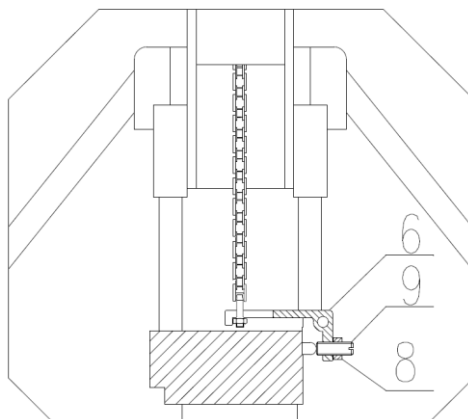

Рис. 4.
4.2. Для регулировки тележки используется винт 9 (см. рис. 4). Если корпус тележки опускается сразу после подъёма, немного поверните винт 9 против часовой стрелки. Затем опробуйте работу тележки ещё раз и добейтесь нормального подъёма корпуса тележки. Если после подъёма корпус тележки не опускается, немного поверните винт 9 по часовой стрелке. Затем опробуйте работу тележки ещё раз и добейтесь нормального опускания корпуса тележки. Внешняя шестигранная гайка 8 на винте 9 выполняет блокирующую функцию. Перед регулировкой её следует отвернуть, а после окончания регулировки - затянуть.